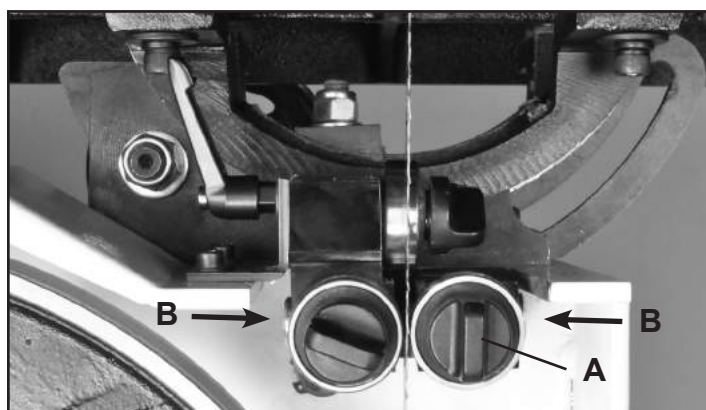

FIGURE 25 REMARQUE : Garde-lame enlevée pour la photo
1. Placez les rouleaux de guidage de gauche et de droite à proximité de la lame. Desserrer les poignées de verrouillage à l'avant (#38A, Fig. 25, A). Déplacez les guides vers la lame en poussant les extrémités des axes du guide (#42A, B), ou utilisez les poignées de verrouillage à l'avant pour tirer les guides vers la lame. Refermez les guides en place. Fig. 25.